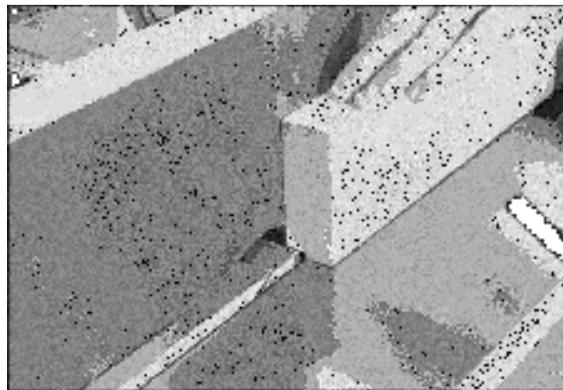

Рис. 28
Шпунт представляет собой канавку, прорезанную вдоль торца заготовки. См. Рис. 28. Ширина и толщина заготовки, предназначеннной для изготовления шпунта, зависит от ширины и длины самого шпунта. Однако, запрещается изготовление шпунта на заготовке длиной менее 300 мм.
4. Подключите станок к источнику питания. Опускайте подающий стол на 0,80 мм за один проход. Продолжайте работу до тех пор, пока не будет получен шпунт нужной глубины. См. Рис. 28. ПРИМЕЧАНИЕ: проще и безопаснее выполнить несколько проходов с малой глубиной резания.